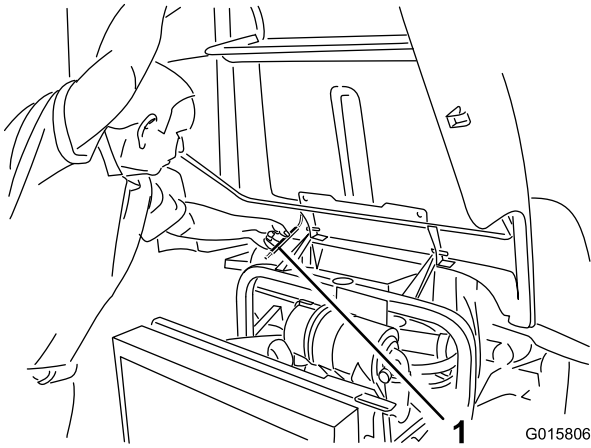

Bild 38
2. Heben Sie die Motorhaube an, bis die Stange hinter dem Rahmenrohr positioniert werden kann (Bild 38).